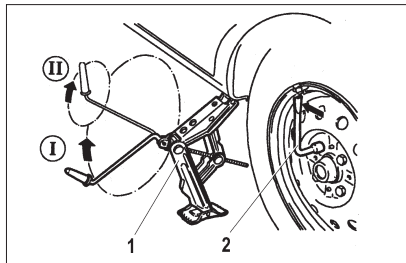

Рис. 53. Замена колес
– ослабьте на один оборот комбинированным ключом 2 (рис. 53) болты крепления заменяемого колеса;